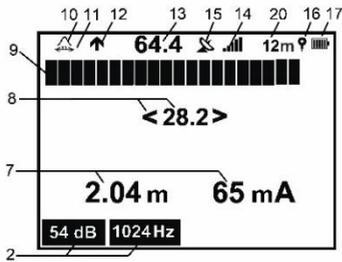
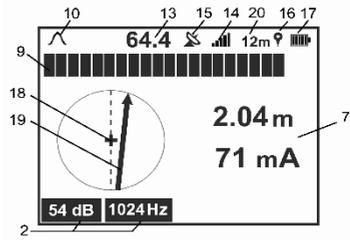
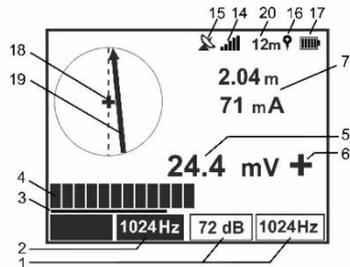

Fig. 19. Pantalla en modo "Trazado"
Fig. 20. Pantalla con la función de brújula
Fig. 22. Pantalla con brújula en modo "Trazado-SENSOR"
- **Trazado** – para buscar la línea subterránea con la medición simultánea de su profundidad y la corriente que fluye a través de ella con una frecuencia de trabajo dada. Vista de la pantalla en este modo se muestra en la **Fig. 19**.
Además, cuando se activa la función "Brújula, línea", se muestra la ubicación y la dirección del trazado respecto al receptor. La vista de pantalla con la función "Brújula, línea" en modo "Trazado" se muestra en la **Fig. 20**, y en modo "Trazado-SENSOR" en **Fig. 22**.
El valor mostrado del nivel de la señal de entrada en "dB" cambia su color a rojo al buscar en el "máximo" y "mínimo" (respectivamente pos. 13 y pos. 8 en la Fig. 19) en caso de sobrecarga de los canales de entrada relevantes.
La activación de la opción se realiza del menú del receptor: **Menú > Display > Brújula, línea** y luego la confirmación . La línea examinada se muestra esquemáticamente en forma de líneas – indicador de ubicación del trazado (pos. 19 **Fig. 20** y **Fig. 22**).
Moviéndose a lo largo del trazado, hay que girar el receptor hacia la línea de tal manera que el indicador de localización del trazado en la pantalla (sección 19, **Fig. 22**) coincida con el eje del receptor (sección 18 **Fig. 22**)
Si el nivel de la señal de frecuencia doble es suficiente, el receptor indica automáticamente la dirección de flujo de la corriente (pos. 12 **Fig. 19**). Después de activar la opción **Brújula, línea** la dirección de flujo de la corriente muestra el indicador del localizador del trazado (poz. 19 **Fig. 22**).